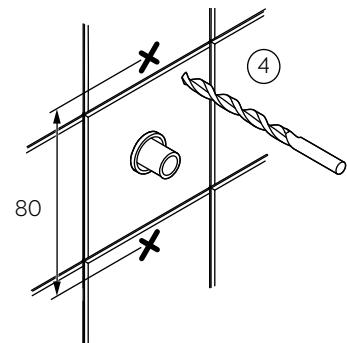

Fig. 1
Alla infästningar i våtzon 1 och 2 ska tätas, se "Fig. 1" eller "Fig. 2". Material för tätning ska fästa mot underlaget och vara vattenbeständigt, mögelresistent och åldersbeständig.
4. The screw mountings should be of a sturdy design, for instance made of concrete, wooden studs, wooden nogging pieces or a design that has been tested and approved for mounting, e.g. pad design. All attachment points must be sealed. See "Fig. 1" or "Fig. 2". The sealant material must attach firmly to the underlying surface and be water-resistant, mould-resistant and non-ageing.